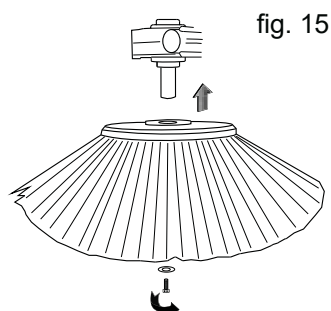

fig. 15
- Die Befestigungsschraube wieder anschrauben (Abb. 15).